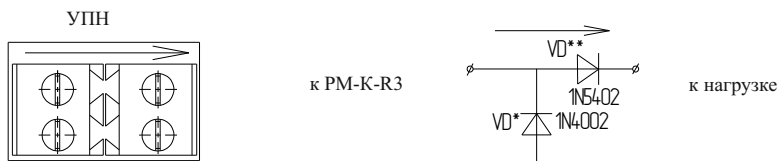

Рисунок 2
4.4 УПН состоит из диодов, установленных на плату с клеммными колодками (рисунок 2).
В выключенном состоянии контроль осуществляется через диод VD* УПН (рисунок 2).